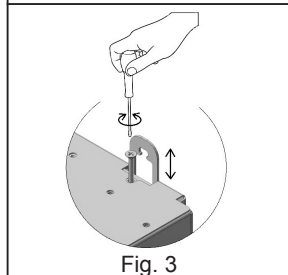

Fig. 3
- б) Выровнивающий задний кронштейн с креплением на клиновые анкера в комплекте (Рис. 3).